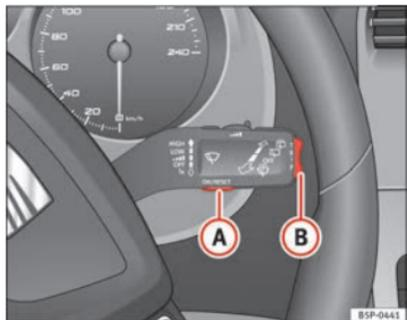
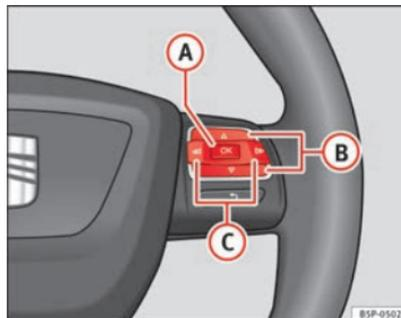

Fig. 45 Leva del tergicristallo: tasto A per la conferma del menu, tasto B per il passaggio ad un altro menu
Fig. 46 Comandi sul volante: tasto A per la conferma del menu, tasto B per il passaggio ad un altro menu
⇒ fig. 46 finché non appare sul display. In questo momento si è già nel menu.
- Per passare da una memoria all'altra, premere brevemente il tasto **A** ⇒ fig. 45 ⇒ pagina 70 ubicato sulla leva del tergicristallo oppure il tasto **OK** del volante multifunzione ⇒ fig. 46 ⇒ pagina 70 con il quadro acceso.
Con l'indicatore multifunzioni si possono visualizzare numerosi dati agendo sul tasto **B** ⇒ fig. 45 ⇒ pagina 70 sulla leva del tergicristallo o il tasto **A** o **V** ⇒ fig. 46 del volante multifunzione*.
- Premere il tasto **▷** o **◀** del volante multifunzione* ⇒ fig. 46 finché non appare il menu **Stato del veicolo**.